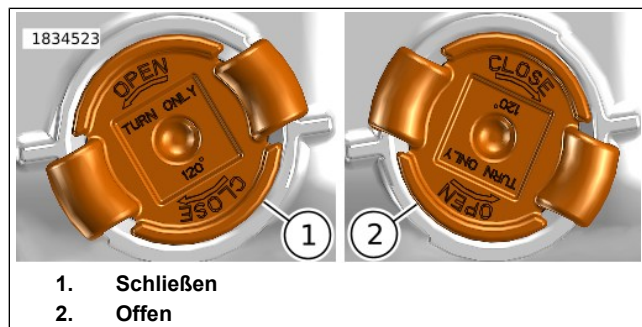

Abbildung 110. Ausrichtung der Ablassschraube
- b. Siehe Abbildung 110. Die Motorölablassschraube gegen den Uhrzeigersinn in die geöffnete (2) Position drehen.
- a. Siehe Abbildung 110. Die Motorölablassschraube in die geöffnete (2) Position bringen.
- b. Die Motorölablassschraube im Uhrzeigersinn drehen, um sie zu schließen (1).